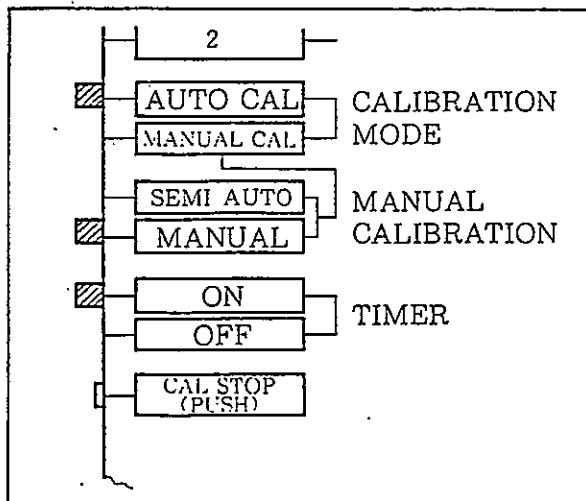

図 5.6 切換スイッチの位置
- (i) 操作パネル裏面の切換スイッチの位置は図 5.6 をご参照ください。